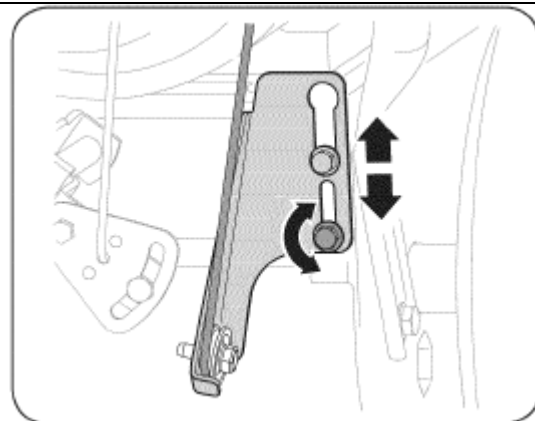

Рис. 25
4. Ослабьте нижний шестигранный болт на кронштейне приводного троса См. Рис. 25.